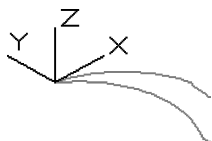
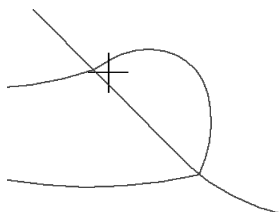

图 11-49 新建坐标系
图 11-50 绘制壶嘴与壶身交接处圆弧
- (7) 在命令行中输入“ucs”命令，设置用户坐标系，新建如图 11-49 所示的坐标系。
- (8) 在命令行输入“ucsicon”命令，使用户坐标系不在茶壶嘴上显示，然后依次选择“非原点 (n)”。
- (9) 在命令行中输入“ucs”命令，新建坐标系。新坐标以壶嘴与壶体连接处的上端点为新的原点，以连接处的下端点为 X 轴， Y 轴方向取默认值。
- (10) 在命令行中输入“ucs”命令，旋转坐标系，使当前坐标系绕 X 轴旋转 225° 。
- (11) 单击“默认”选项卡“绘图”面板中的“椭圆弧”按钮，以壶嘴和壶体的两个交点作为圆弧的两个端点，选择合适的切线方向绘制图形，如图 11-50 所示。